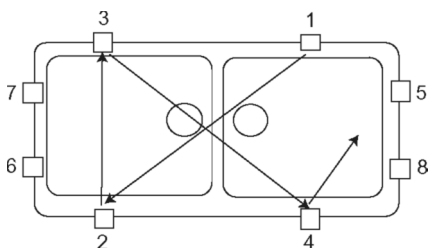
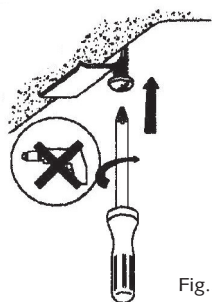

Fig.4
Fig.5
7. Apriete ligeramente las grapas. Por último, asegure firmemente los clips siguiendo el orden mostrado en la Fig. 4. Este orden evita que el fregadero se tuerza al fijarlo. El afianzamiento deberá realizarse con un destornillador a mano, y no con un destornillador eléctrico ni con una taladradora con accesorio destornillador. (Fig. 5)